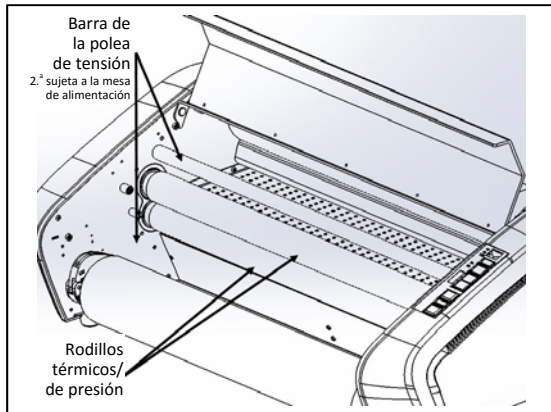

Figura 6
- G. **RODILLOS TÉRMICOS DE PRESIÓN:** (figura 6) calientan la película para activar el adhesivo y ejercen presión para garantizar que la película se adhiera a la hoja.
- H. **BARRAS DE LA POLEA DE TENSIÓN:** (figura 6) las barras de la polea de tensión que están ubicadas cerca de los rollos de alimentación se utilizan para guiar a la película hacia los RODILLOS DE PRESIÓN. La barra de la polea de tensión inferior se encuentra sujeta a la mesa de alimentación para facilitar la carga de la película.